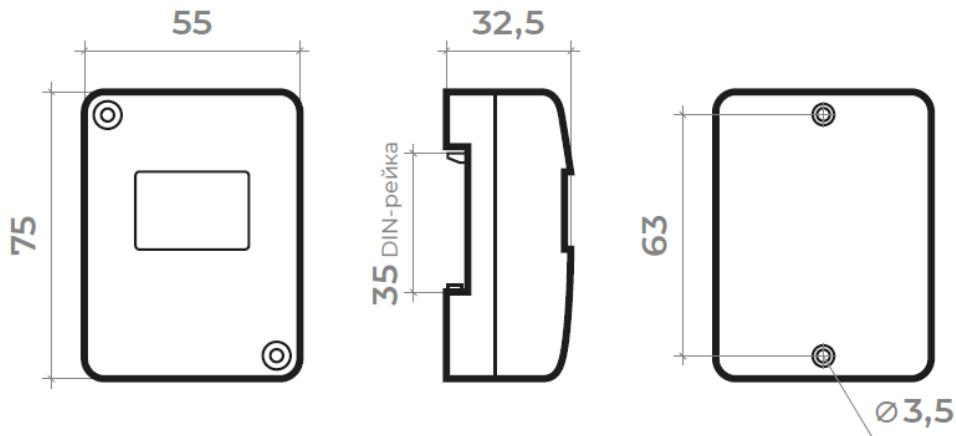
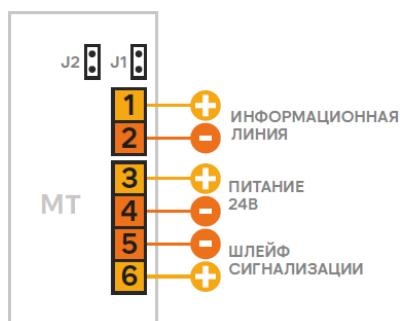

Рис.1. Габаритные и установочные размеры адресной метки.
Рис. 2. Назначение клемм адресных меток КУПОЛ-МТ.
1.7. Адресная метка имеет дополнительный режим работы с повышенной достоверностью обнаружения пожара согласно разделу 6.4 СП484.1311500.2020 (алгоритм В): при поступлении сигнала «Внимание» или «Пожар» от пожарного извещателя адресная метка автоматически подает извещателю команду сброса тревоги, и только в случае повторного срабатывания извещателя формирует сообщение на АПКП. Алгоритм переопроса извещателя активируется при установке джампера 2 (см. рис.2).
2.1.2. Габаритные и установочные размеры адресной метки показаны на рис.1, принципиальные схемы подключения - на рис.2,3.
2.2.1. Адресная метка поставляется с установленным джампером 1 "Программирование адреса" (см. рис.2).